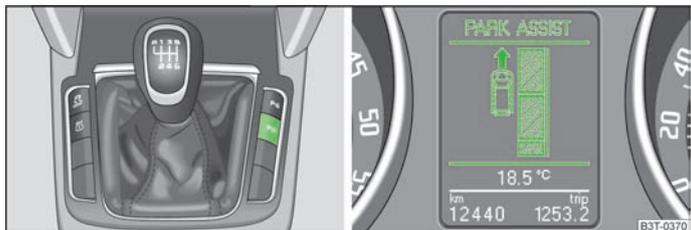

Fig. 121 Attivazione della visualizzazione dell'assistente al parcheggio sul display informativo / display informativo: Ricerca di un parcheggio idoneo
Con l'assistenza al parcheggio attivata, nel tasto si accenderà la spia di controllo» fig. 121 di colore giallo.
- Premere il tasto » fig. 121.
- Passare fino a max. 30 km/h con una distanza da 0,5 m a 1,5 m vicino all'area di parcheggio » fig. 121.
Premendo il tasto a velocità superiori ai 30 km/h e inferiori ai 50 km/h, sul display informativo dello strumento combinato viene visualizzato il messaggio che segnala il superamento della velocità per la registrazione dell'area di parcheggio. Se la velocità scende sotto i 30 km/h sul display informativo dello strumento combinato viene automaticamente visualizzato lo stato dell'assistenza al parcheggio. Se si supera la velocità di 50 km/h è necessario riattivare l'indicazione premendo nuovamente il tasto » fig. 121.